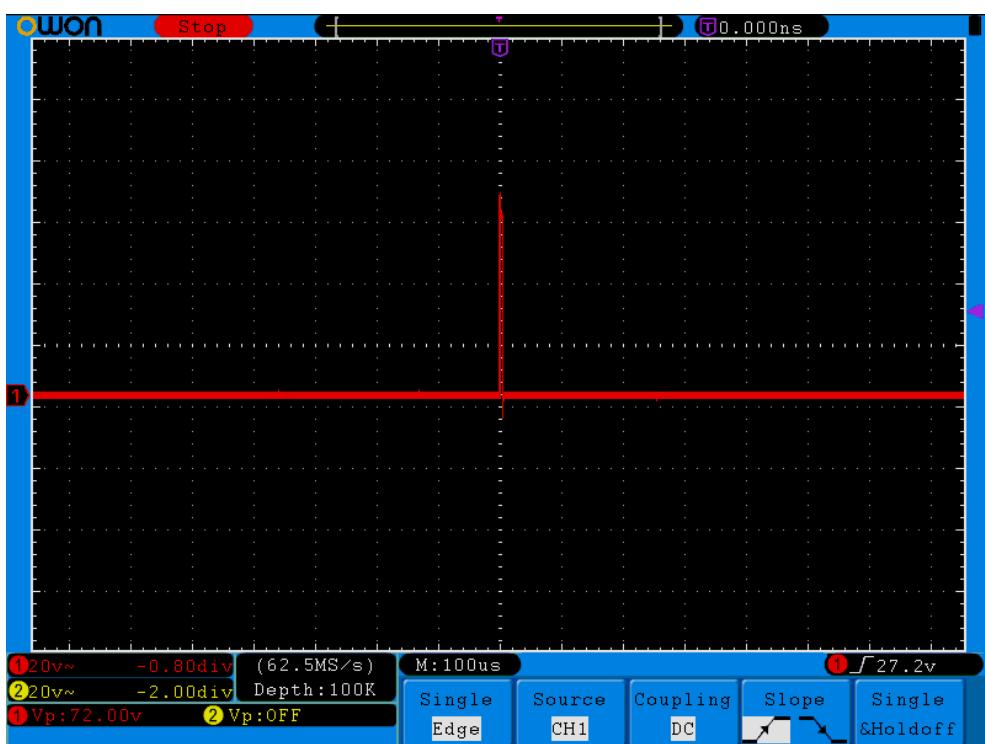

Рисунок 7-3 Регистрация однократного сигнала
- (5) Нажмите кнопку **F2** для выбора **Peak detect**.
- (6) Нажмите кнопку **Trigger** для отображения меню настроек запуска.
- (7) Нажмите кнопку **H1** для отображения меню **Type**.
- (8) Нажмите кнопку **F1** для выбора **Single** в качестве типа.
- (9) и вращением регулятора **M** выберите **Edge** в качестве режима.
- (10) Нажмите кнопку **H2** для отображения меню **Source**.
- (11) С помощью кнопки **F1** выберите **CH1** в качестве источника.
- (12) Нажмите кнопку **H3** для отображения меню **Coupling**; нажмите кнопку **F2** для выбора **DC** в качестве типа связи с входом.
- (13) Нажмите кнопку **H4** для выбора  (фронт).
- (14) С помощью регулятора **TRIG LEVEL** установите уровень запуска на среднее значение амплитуды измеряемого сигнала.
- (15) Если на индикаторе состояния регистрации, расположеннном в верхней части экрана, отсутствует надпись **Ready**, нажмите **Run/Stop** для запуска регистрации, и прибор будет ожидать выполнения заданного условия запуска. При достижении сигналом уровня запуска осциллограф произведет однократную регистрацию и отобразит полученную осциллограмму на экране. Этот режим работы осциллографа позволяет легко регистрировать случайные события. Например, для регистрации короткого выброса с большой амплитудой установите уровень запуска больше амплитуды основного сигнала, затем нажмите кнопку **Run/Stop** и ожидайте. При появлении ожидаемого выброса прибор запустится автоматически и зарегистрирует форму сигнала до и после момента запуска. Перемещая стрелку-указатель момента запуска вращением регулятора **HORIZONTAL POSITION** можно установить отрицательную задержку запуска, что позволит наблюдать форму сигнала до момента появления ожидаемого выброса (см. рис. 7-3).